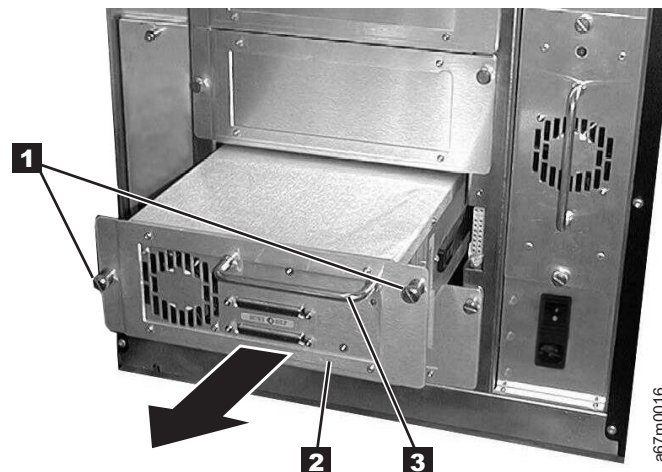

Abbildung 213. Laufwerkschlitten ausbauen
5. Lösen Sie die zwei Sicherungsrändelschrauben (**1** in Abb. 213) am Laufwerkschlitten **2** und ziehen Sie den Schlitten am Griff **3** heraus.